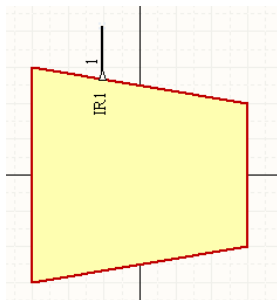

图 5.8 布置的 1 号引脚
(13) 在“Pin Properties”对话框中的“Display Name”编辑框中输入“IR1”，设置引脚的名称为 IR1，在“Designator”编辑框中输入“1”，设置引脚编号为 1，在“Electrical Type”下拉列表中选择“Output”，在“Description”编辑框中输入“恒流源输出 1”单击“OK”按钮，关闭“Pin Properties”对话框。
(14) 在工作区中坐标为 (-20, 53) 的位置单击鼠标左键，布置的 1 号引脚如图 5.8 所示。